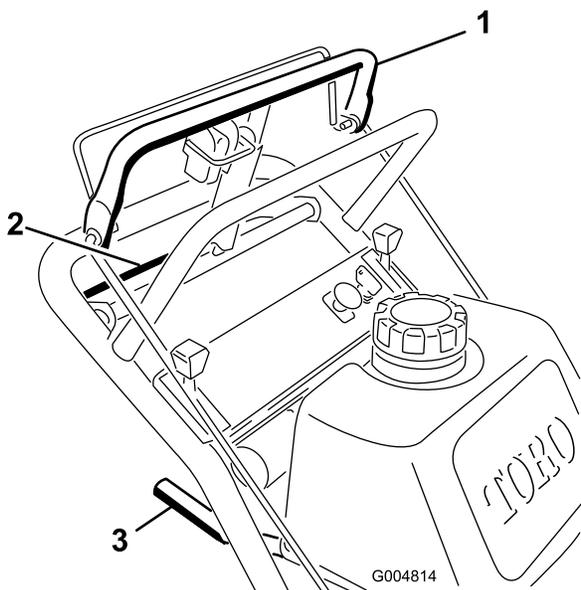
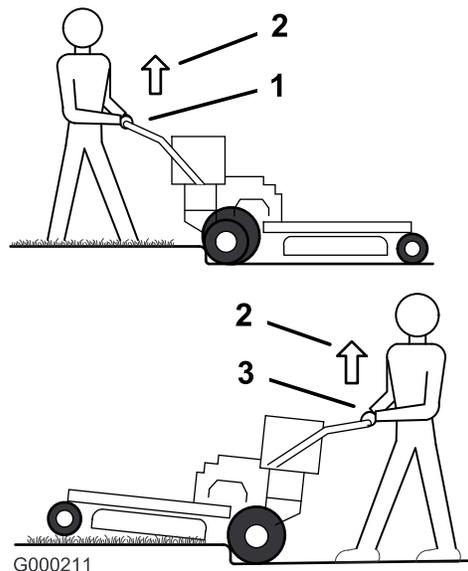
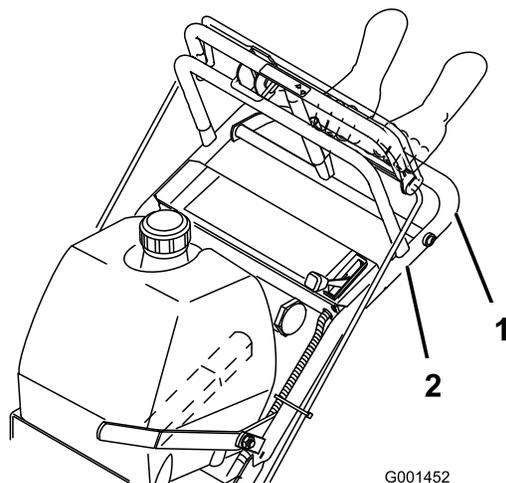

Figure 10
Figure 11
Figure 12
1. Pour vous déplacer en marche avant, sélectionnez une vitesse en marche avant (Figure 10).
3. Appuyez lentement sur la barre de commande supérieure pour avancer (Figure 10).
Pour vous déplacer en ligne droite, appliquez une pression égale aux deux extrémités de la barre de commande supérieure (Figure 10).
Pour tourner, relâchez la pression sur le côté de la barre de commande supérieure dans la direction que vous voulez prendre (Figure 10)
3. Rapprochez lentement la barre de commande inférieure de la poignée inférieure pour vous déplacer en marche arrière (Figure 10).
3. Conduisez la machine jusqu'à ce que les roues pivotantes touchent la bordure (Figure 11).
4. Appuyez sur la poignée inférieure pour soulever l'avant de la machine (Figure 11).
5. Conduisez la machine jusqu'à ce que les roues motrices touchent la bordure (Figure 11).
6. Abaissez l'avant de la machine (Figure 11).
7. Engagez la barre de commande inférieure et soulevez la poignée inférieure simultanément pour monter sur la bordure (Figure 10 et Figure 11).
3. Conduisez la machine jusqu'à ce que les roues motrices touchent la bordure (Figure 11).
- Engagez la barre de commande inférieure et soulevez la poignée inférieure simultanément (Figure 10 et Figure 12).